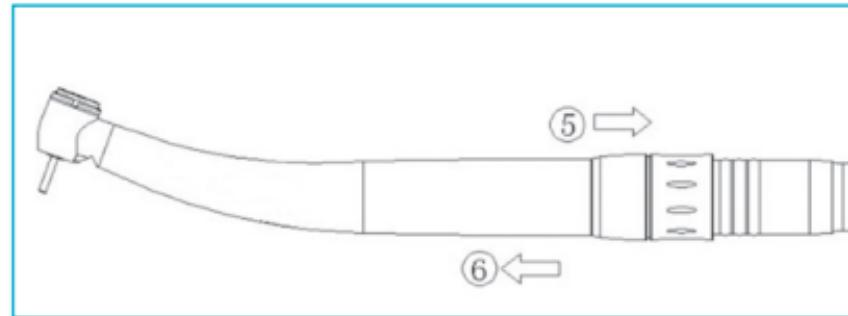

Fig. 6-8
- Sostenga el acoplamiento LED firmemente, deslice el anillo de bloqueo (Fig. 6-8⑤).
- Retire el dispositivo médico (Fig. 6-8⑥).